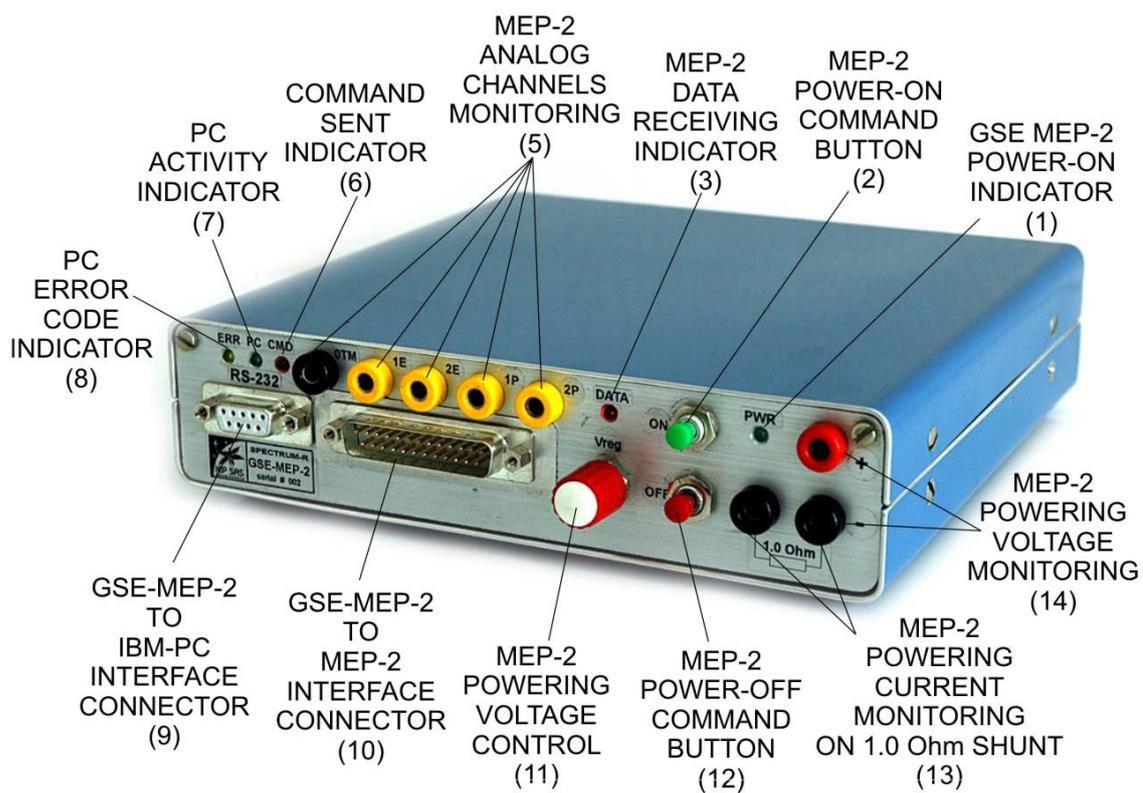

Рис.1. Пульт МЭП-2 (GSE-MEP-2)
Общий вид Пульта –МЭП-2 (GSE-MEP-2) представлен на рис.1. Цифры в программе автономных испытаний соответствуют цифрам на рис.1
2. Кнопкой на задней панели пульта включить питание пульта. Загорается индикатор питания пульта (1) на Рис.1),